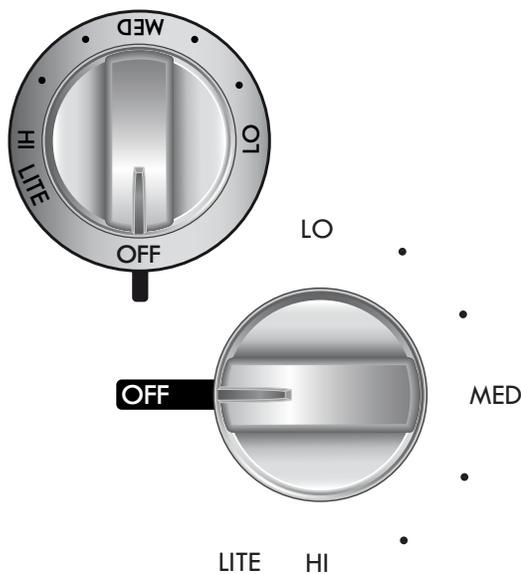

Figura 1 - Perillas normales de quemadores
2. Haga presión sobre la perilla de control del quemador y gírela **hacia la izquierda** para sacarla fuera de la posición OFF (apagado) (vea la figura 1).